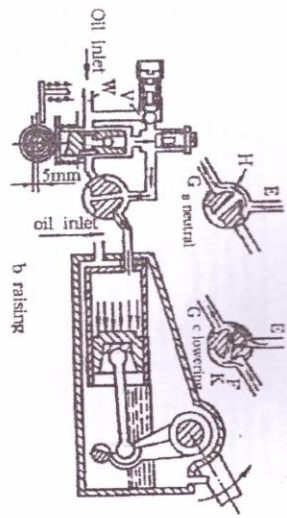

Рис. 3.29. Принцип работы гидравлической системы.
Контрольный клапан имеет 3 положения: опускания, поднимания и нейтральное (рис. 3.29) для контроля потока масла (E), потоком цилиндра (F) и обратным потоком (G). Когда контрольный клапан находится в нейтральном положении (рис. 3.29), канал цилиндра (F) заперт. Обратный масляный канал и масляный канал насоса (E) соединены. Масло из масляного насоса возвращается в масляный канал через клапанную камеру (H) и обратный масляный канал (G). Масляный поток в масляном насосе, контрольном клапане и органе находится в нейтральном положении.
Когда контрольный клапан находится в положении поворота (рис. 3.29), обратный канал (G) закрыт. Канал цилиндра (F) и канал масляного насоса (E) соединены. Масло из насоса поступает в цилиндр через камеру контрольного клапана (H) и канал цилиндра (F). Орган поднимается.
Когда контрольный клапан находится в положении опускания (рис. 3.29), обратный канал (G) канал насоса (E) и канал цилиндра соединены. Масло из цилиндра поступает в камеру (H) через канал цилиндра (F), масляную камеру контрольного клапана (H), канал (I) под действием веса органа, масло возвращается в масляный блок вместе с маслом из масляного насоса. Орган опускается. Масляная камера (H) и (K) может соединить масляные каналы и фланец гидравлического давления в радиальном направлении. Осевое отверстие (J) (рис. 3.26.) в контрольном клапане используется для предотвращения вытекания масла под действием осевой силы.